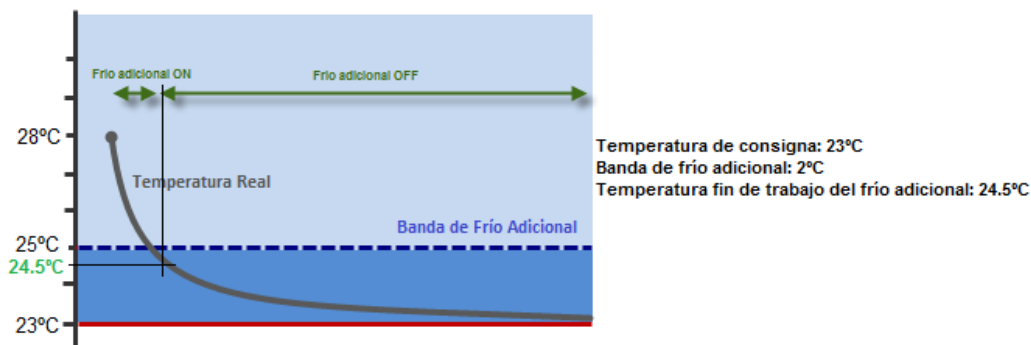

Figura 2.7. Ejemplo de actuación del Frío Adicional
- **Modo Enfriar:** en el momento en que la temperatura real de la estancia (referencia) sea **mayor o igual** que el valor de la **temperatura de consigna más la banda** de frío adicional parametrizada, se activará el sistema auxiliar para conseguir una mayor refrigeración de la estancia. El frío adicional se desactivará (y por tanto el sistema auxiliar también) cuando la temperatura real sea menor o igual que la consigna más la banda menos 0.5°C. Ver figura 2.7.